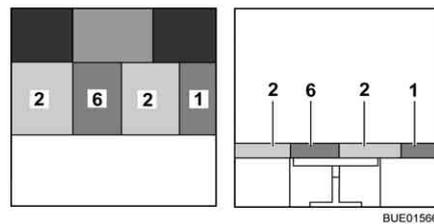

Fig. 106 Après la transformation
- Placer le coussin supplémentaire (Fig. 106,6) sur la table.
- Pousser le coussin d'assise droit (Fig. 106,2) contre le coussin supplémentaire.
- Placer un coussin de dossier (Fig. 106,1) entre le coussin d'assise (Fig. 106,2) et paroi latérale.